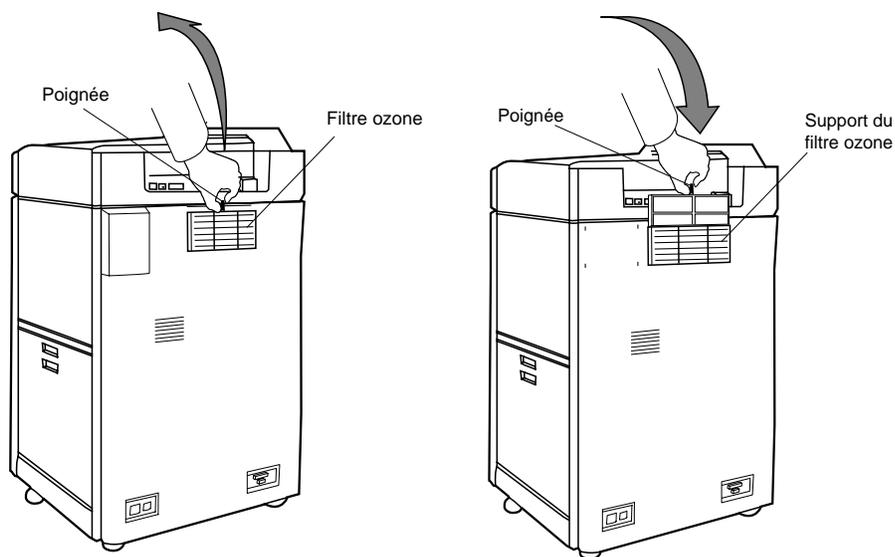

Figure 4-21 Remplacement du filtre ozone
2. Retirez le filtre usagé du support et installez-en un nouveau, comme illustré à la Figure 4-21.